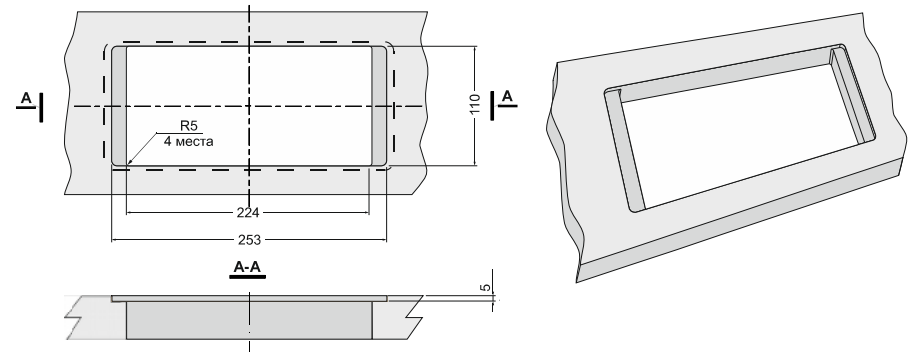

Рис.4
- В рабочей поверхности сделайте прямоугольное отверстие в соответствии с Рис.4.